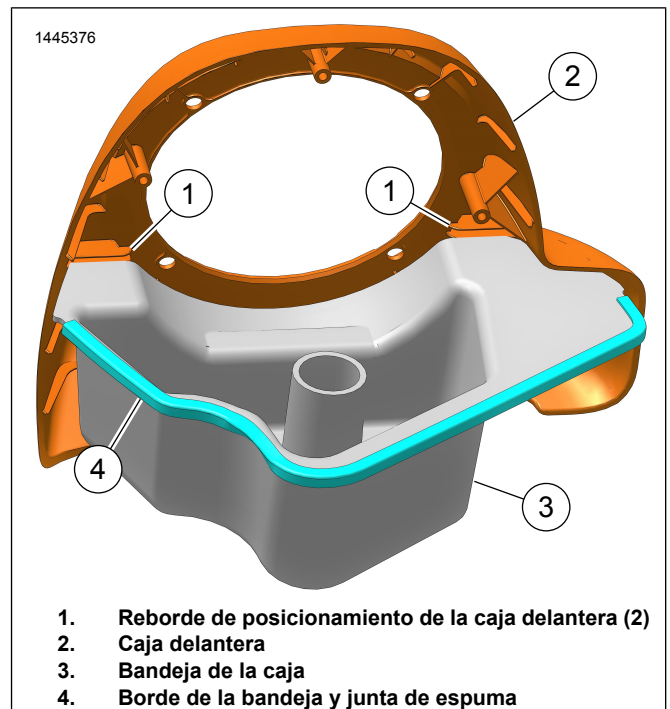

Figura 6. Conjunto de la caja
7. Consulte la Figura 6. Ensamble la caja delantera (2) con su bandeja (3).
- a. Limpie el reborde de la bandeja donde se debe adherir la junta de espuma (4) con una mezcla de alcohol isopropílico al 50-70 % y agua destilada al 30-50 %.
- b. Recubra la bandeja de la caja (3) con la junta empezando por uno de los extremos.
- d. Inserte la bandeja de la caja (3) en los rebordes de posicionamiento delanteros (1).